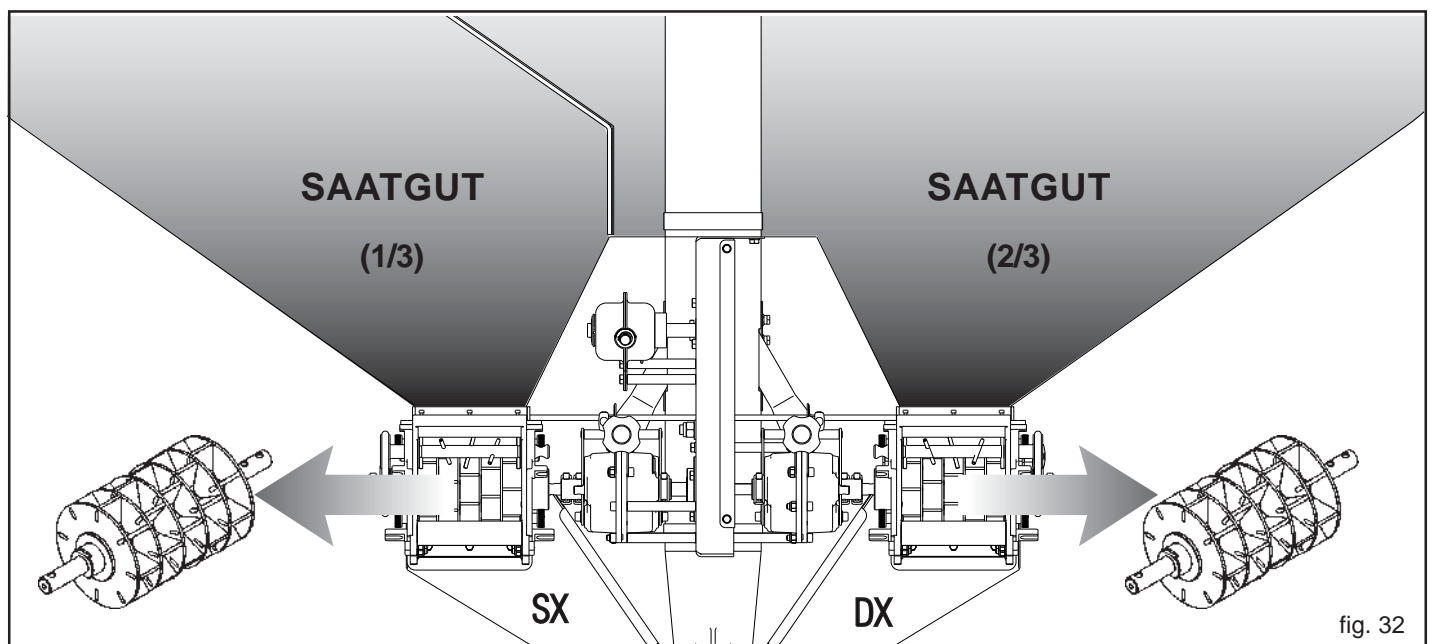

fig. 32
- 2) SAATGUT-SAMEN (Abb. 32).
## 3.4.4.2 SAATGUT-SAMEN (Abb. 32)